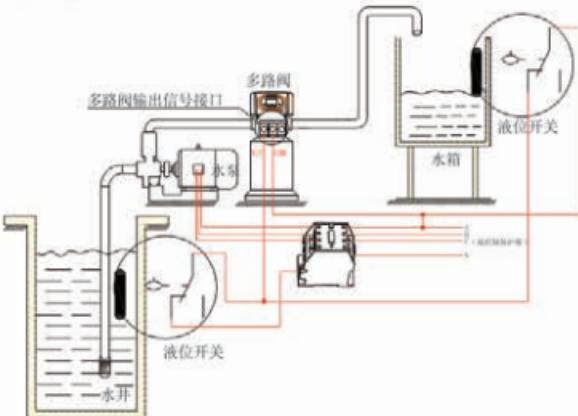

图3-6通过水箱液位控制380V进水泵的接线图
3) 通过水箱液位开关控制进水泵（三相电机）图3-6（设为b-01）